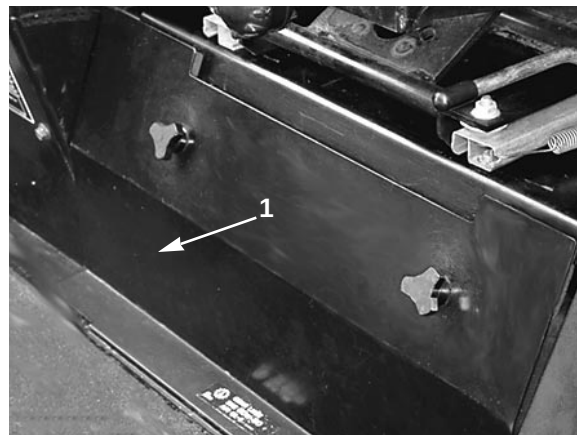

Fig. 6
Undersøk frontakselens oljenivå (fig. 6 og 7)
2. Ta av inspeksjonspanelet (fig. 6) foran setet for å komme til frontakselen/peilepinnen.